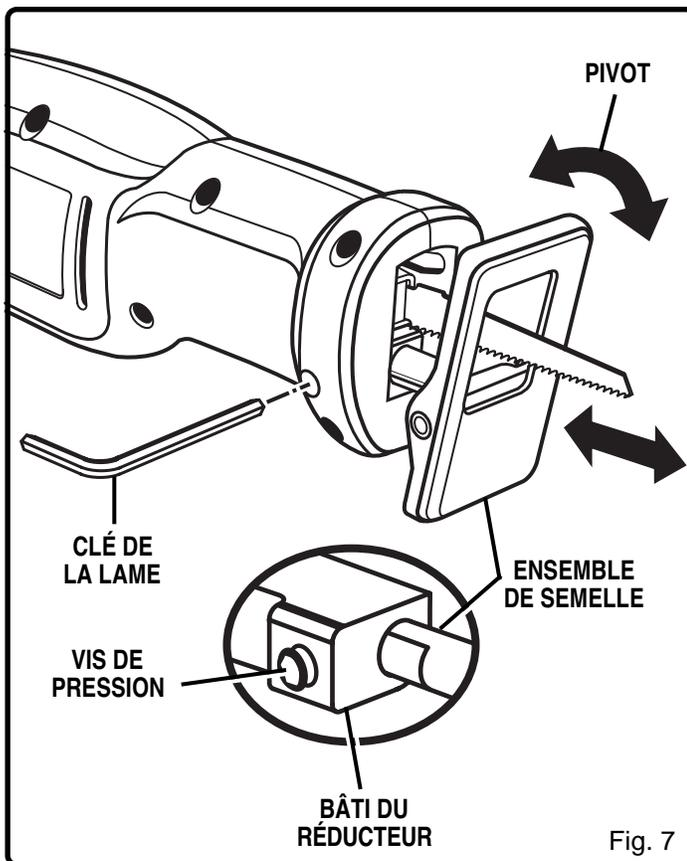

Fig. 7
Voir figure 7.
- Desserrez la vis de pression du bâti du réducteur à l'aide de la clé de la lame fournie avec la scie. Voir figure 7.